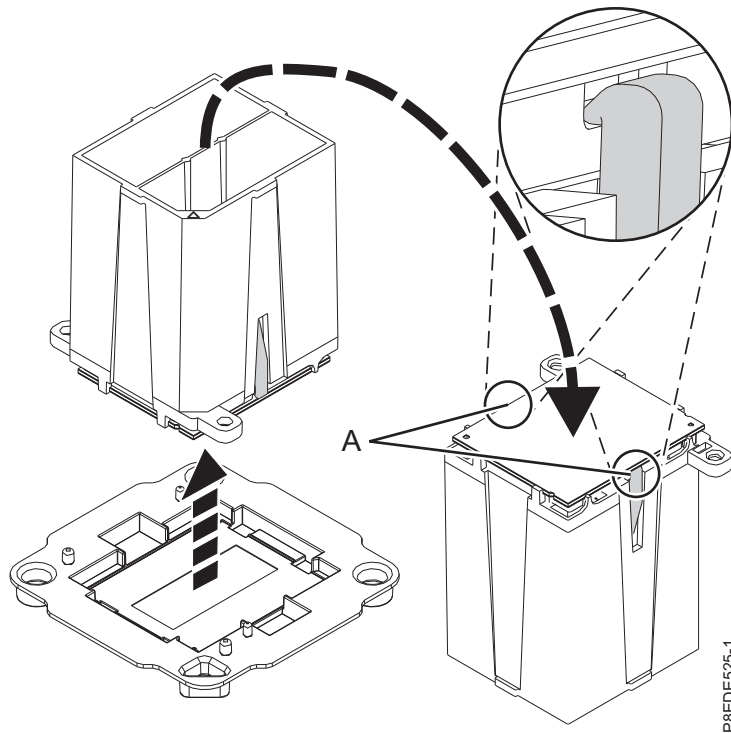

Figura 164. Preparación de la instalación del módulo del procesador del sistema
- b. Asegúrese que los dos agarres (A) sujeten firmemente el módulo del procesador del sistema, como se muestra en la Figura 164.